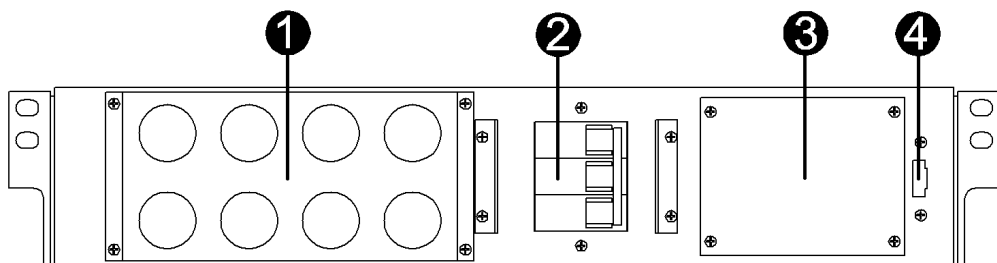

Рисунок 1 – Передняя панель модуля MBS 3/3 15-20К
- снять защитную крышку клеммной колодки 1 (см. рисунок 1) модуля, снять аналогичную защитную крышку ИБП;
- убедиться в надежности присоединения проводников, установить защитную крышку клеммной колодки **1** (см. рисунок 1) модуля и аналогичную защитную крышку ИБП, затянуть фигурные гайки кабельных вводов защитной крышки ИБП (при их наличии);
- соединить сигнальным кабелем из комплекта поставки модуля разъем «Порт контроля» **4** (см. рисунок 1) модуля с разъемом «Порт контроля Увых» ИБП, закрутить винты разъемов сигнального кабеля.
- убедиться, что автоматический выключатель **2** (см. рисунок 1) модуля находится в выключенном состоянии;
- снять защитную крышку переключателя обводной цепи **3** (см. рисунок 1) модуля, убедиться, что переключатель обводной цепи модуля находится в положении «UPS», установить защитную крышку на место;
- включить автоматический выключатель **2** (см. рисунок 1) модуля;
- снять защитную крышку переключателя обводной цепи **3** (см. рисунок 1) модуля; если предыдущий пункт не был выполнен, то при снятии защитной крышки срабатывает концевой выключатель модуля, сигнал с него транслируется посредством сигнального кабеля в ИБП, и ИБП принудительно переключается на встроенную обводную цепь;
- отключить автоматический выключатель **2** (см. рисунок 1) модуля, дождаться полного выключения ИБП.
- включить автоматический выключатель **2** (см. рисунок 1) модуля, при этом напряжение сети подается на вход ИБП, и ИБП должен перейти в режим работы по встроенной обводной цепи;
- установить защитную крышку переключателя обводной цепи **3** (см. рисунок 1) модуля на место;
- выключить автоматический выключатель **2** (см. рисунок 1) модуля;